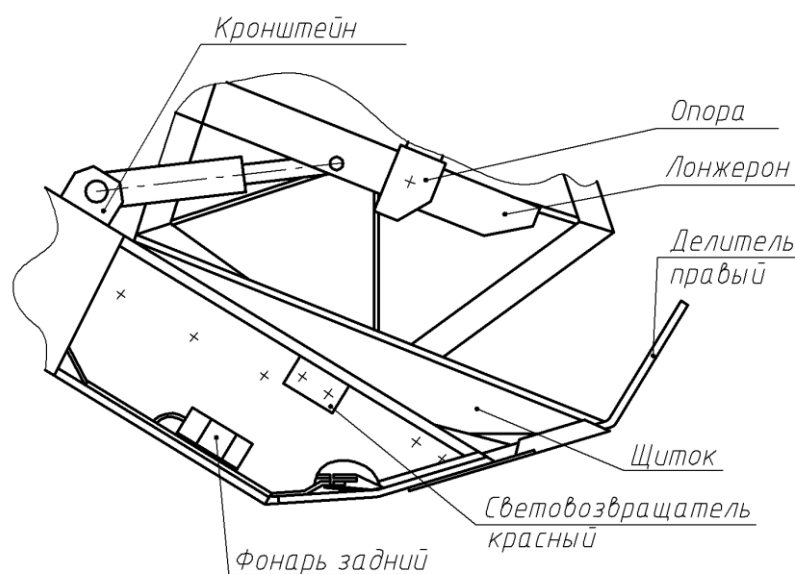

Рисунок 10 – Установка правого делителя
6.3.8 Установите правый делитель со щитком (рисунок 10).